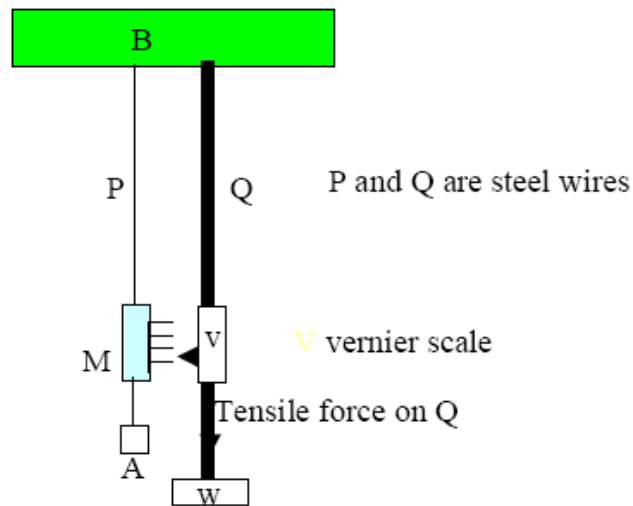

Figure 5 – Arranjo experimental para a distensão do fio de aço por cargas diferentes
- 1) Coloque os fios de aço, a carga, a escala de vernier como mostrado na Fig 5;